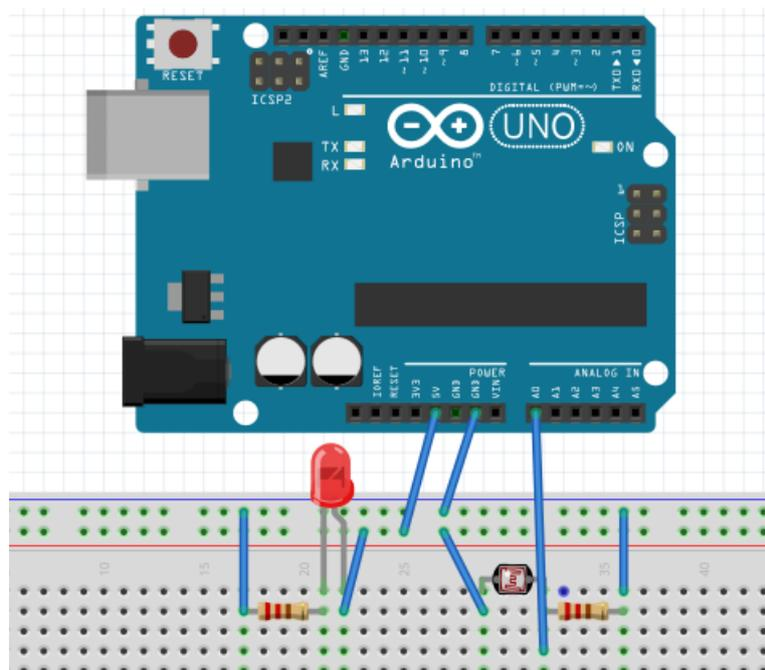

图 2. 元件接线图 (绘图: fritzing)
3. 实验所需器材: Arduino Uno 主板, 面包板, 杜邦线若干条, 光敏传感器, LED 灯 (红色、绿色), 电阻 220  $\Omega$  若干, 黑色胶带等. 元件接线如图 2 所示.